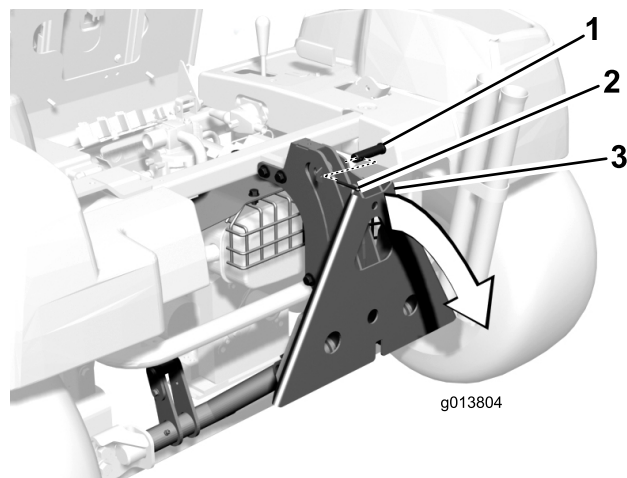

Bild 2
5. Entfernen Sie den Splint und Lastösenbolzen, mit denen der QAS-Adapterrahmen an der Rollenplatte befestigt ist, und drehen Sie den Adapterrahmen von der Maschine weg (Bild 2).